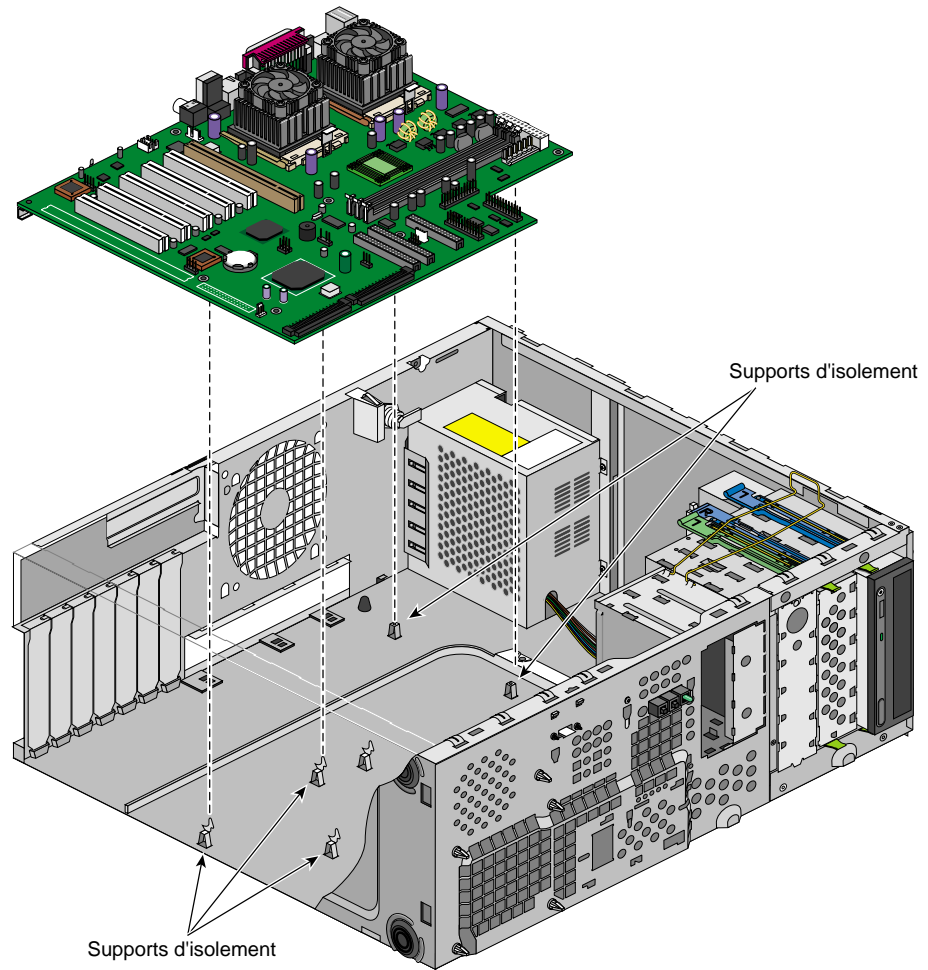

Figure 2-24 Positionnement de la carte mère sur les supports d'isolement
4. Positionner la carte mère de manière à ce que les supports d'isolement entrent dans les trous correspondants de la carte mère. La Figure 2-24 montre la procédure correspondante.